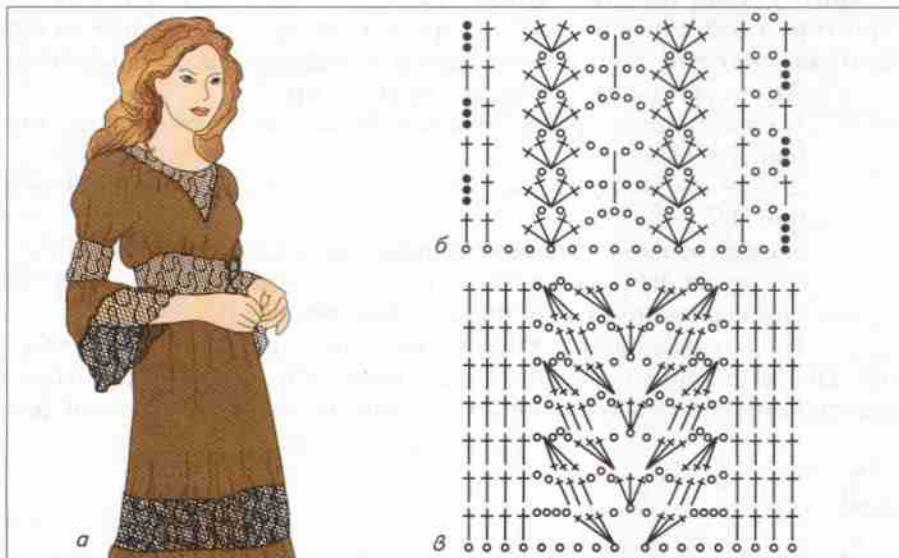

Рис. 87. Кружевные вставки: а — платье с кружевными вставками (прошвами); б, в — образцы прошв
*Кружевные вставки* используются для украшения как трикотажных изделий, так и изделий из ткани (одежды, штор и др.). Прошивы можно накладывать на основу изделия или вставлять в его швы при сборке (рис. 87).